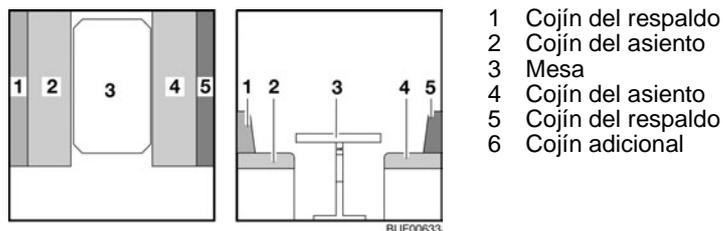

Fig. 125 Antes de la transformación
- Transformar la mesa (Fig. 125,3) en base de cama (véase apartado 7.7).